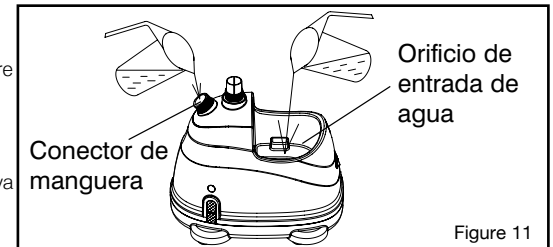

Figure 11
6. Lentamente vierta la mezcla de agua y vinagre en el conector de la manguera (Fig. 11).